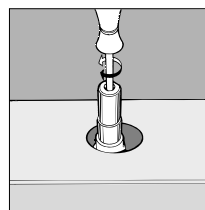

fig.9
- enlever la manette du robinet et effectuez le réglage au moyen de la vis de réglage située à l'intérieur de la tige du robinet (Fig.9) en utilisant un tournevis (en dévissant la vis le minimum augmente, tandis qu'en la vissant il diminue).